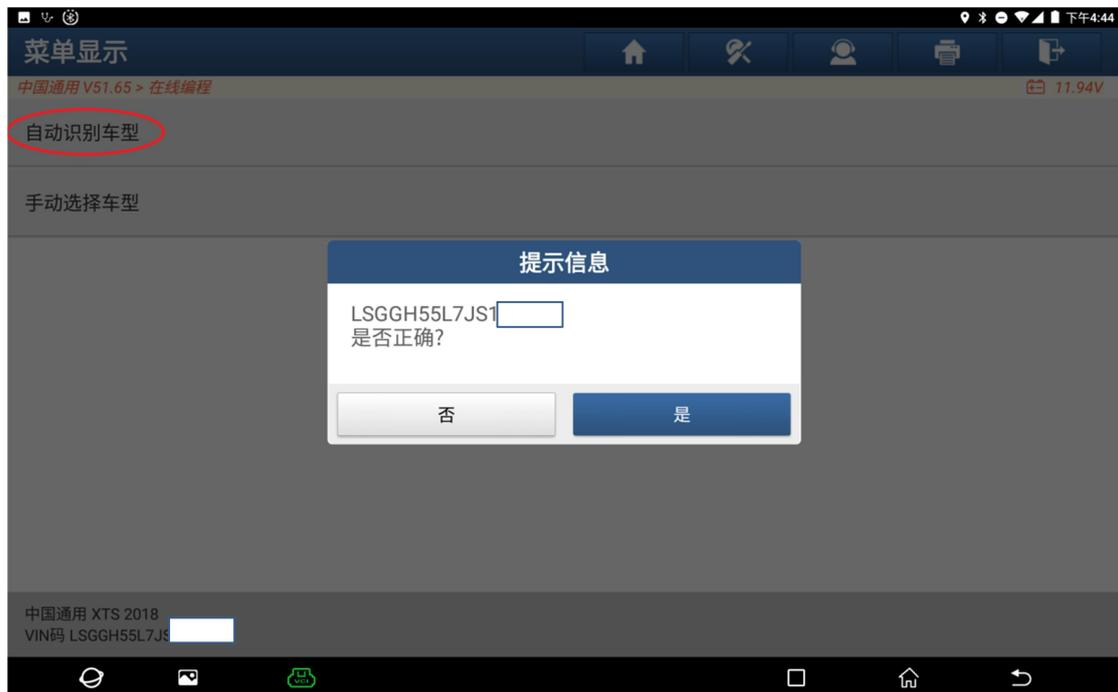

图 1
1. 在主页选择【在线编程】进入中国通用软件，选择【自动识别】菜单，软件会读取大驾号信息，如图 1：